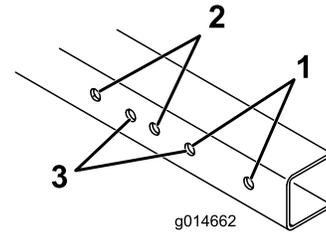

Figura 2
1. Consulte Figura 2 para determinar que furos de montagem devem ser utilizados para se adequar à largura do seu cortador.
Nota: Nos Greensmaster 1000, 1010 e 2000 quando equipados com um rastelo, tem de retirar o eixo da roda na extremidade do rastelo e adquirir e instalar um novo eixo da roda (peça n.º 106-5385). Adicionalmente, tem de montar o conjunto da calha na extremidade do rastelo nos locais dos furos (Greensmaster 1600 e 1610) (Figura 2).